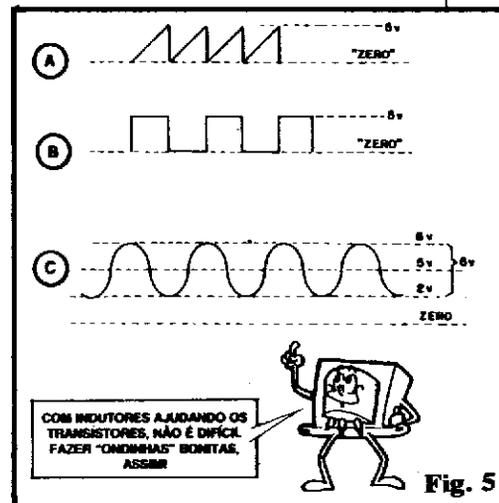

Fig. 5
- FIG. 5 - No início da presente “Lição” Teórica, dissemos que os osciladores geram manifestações
apresenta a "harmonia" ou **proporção** entre "subidas" e "descidas" mostradas nos exemplos da fig. 5! Também simples **pulsos**, de qualquer formato, e em qualquer "sentido", ocorrendo mesmo a intervalos relativamente longos (porém obrigatoriamente dentro de um ritmo constante e estabelecido...) são passíveis de serem gerados por blocos OSCILADORES! Alguns exemplos: em 6-A temos pulsos "positivos" agudos, indo de "zero" até um "pico" de 5V e ocorrendo "longe, longe", porém a intervalos regulares. Em 6-B temos uma manifestação parecida, porém em "sentido" inverso: o nível estável do sinal situa-se "lá em cima", em 5V e, a intervalos regulares (ainda que longos), ocorre uma aguda "descida" do nível de tensão, até o "zero". Em 6-C e 6-D temos as configurações equivalentes, porém com pulsos nitidamente **retangulares** (são, por razões matemáticas, geométricas e elétricas, parentes próximos da manifestação "QUADRADA", notem...) e não mais "agudos" (como em 6-A e 6-B).